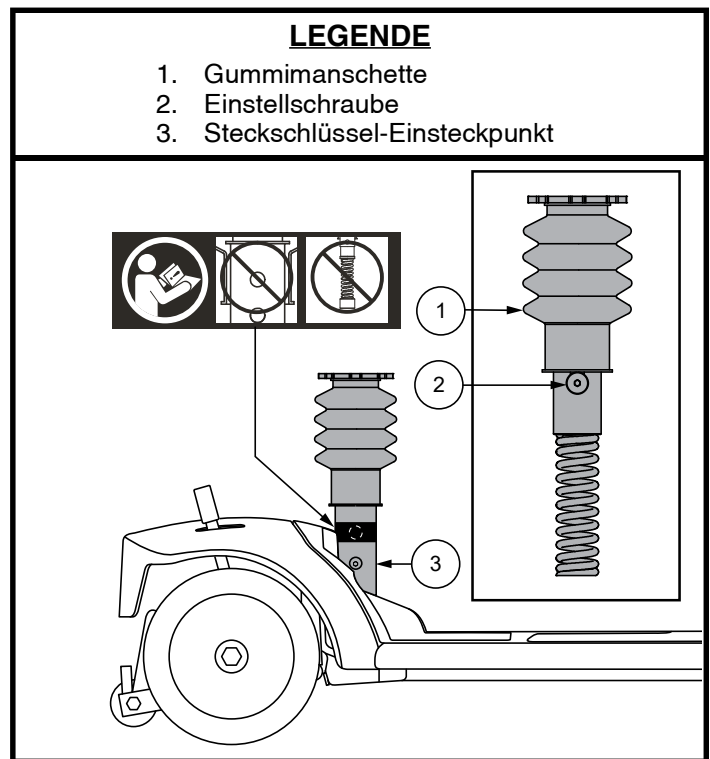

Abb. 14. Einstellen der Sitzfederung
EINSTELLUNG DES LENKERWINKELS (Siehe Abb. 14)
2. Entfernen Sie die obere Sattelstütze vom Fahrzeug, indem Sie die Schulterschraube vom unteren Teil der Sattelstütze entfernen und die Sattelstütze dann gerade nach oben aus dem Fahrzeug heben. **Siehe Abb. 14.**
HINWEIS: Montieren Sie die Sattelstütze nicht im oberen Loch mit dem gefederten Sitz. Siehe Abbildung 14. Andernfalls wird die gefederte Sattelstütze funktionsunfähig.